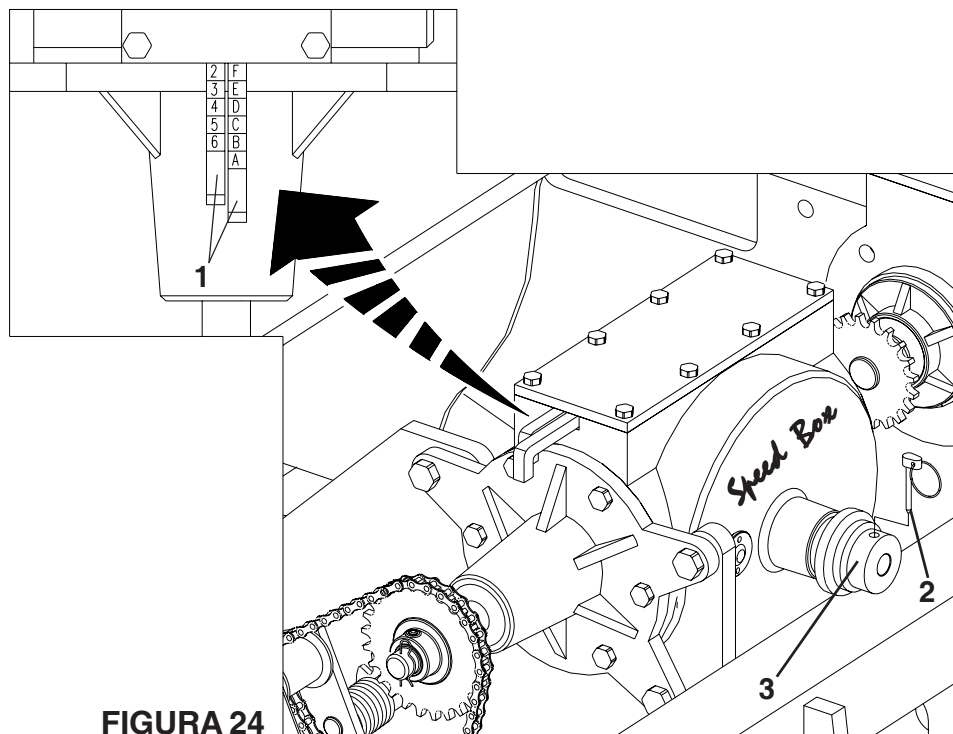

FIGURA 24
CAIXA DE VELOCIDADES *Speed Box* (FIGURA 24)
2 - Para regulagens do adubo, selecione a quantidade desejada nas tabelas e verifique a combinação correspondente das alavancas (1). Exemplo : posição **F 2**, indica que a alavanca com letras deve estar na posição “F” e a alavanca de números deve estar na posição “2”, conforme (FIGURA 24).